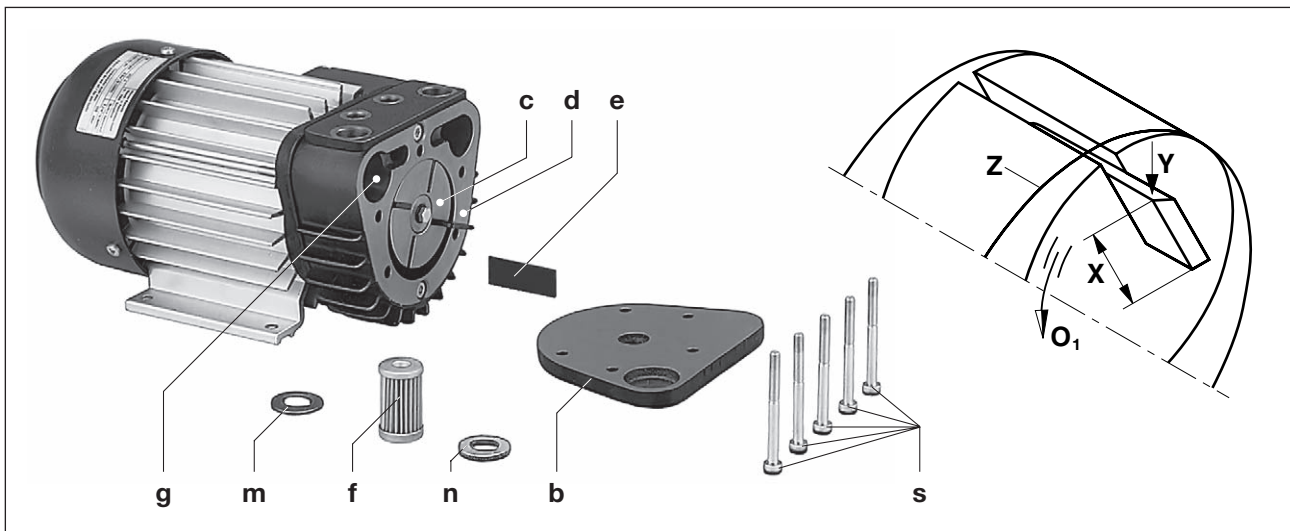

Abb. 3 Luftfilterung und Lamellenwechsel
Die Filterpatrone (Abb. 3/f) ist monatlich oder je nach Verunreinigung öfters durch Ausblasen von innen nach außen zu reinigen bzw. durch eine neue Filterpatrone zu ersetzen.
Gehäusedeckel (Abb. 3/b) abschrauben.
Filterpatrone (Abb. 3/f) mit Dichtungen (Abb. 3/m, 3/n) aus Filterraum (Abb. 3/g) herausnehmen. Filterpatrone reinigen bzw. austauschen und Dichtungen überprüfen.
- a) Dichtungen (Abb. 3/m, 3/n) nicht vertauschen
- b) Sicherstellen, dass die Oberflächen von Gehäuse (Abb. 3/d) und Rotor (Abb. 3/c) sauber sind
- c) Schrauben (Abb. 3/s) mit 5,5 + 0,5 Nm anziehen
Die Type V-VTE hat 4 Kohlelamellen, die sich während des Betriebs allmählich abnutzen. Erste Kontrolle nach 4.000 Betriebsstunden, danach alle 1.000 Betriebsstunden. Gehäusedeckel (Abb. 3/b) vom Gehäuse abschrauben. Lamellen (Abb. 3/e) zur Überprüfung herausnehmen. Alle Lamellen müssen eine Mindesthöhe (Abb. 3/X) haben:
Gehäuse und Rotorschlitze ausblasen. Lamellen in die Rotorschlitze einlegen. Beim Einlegen ist darauf zu achten, dass die Lamellen mit der schrägen Seite (Abb. 3/Y) nach außen zeigen und diese Schräge in Drehrichtung (Abb. 3/O_i) mit dem Verlauf der Gehäusebohrung (Abb. 3/Z) übereinstimmt.
Gehäusedeckel (Abb. 3/b) leicht anschrauben. Pumpe kurz einschalten und den freien Lauf der Lamellen überprüfen. Schrauben (Abb. 3/s) mit 5,5 +0,5 Nm anziehen.